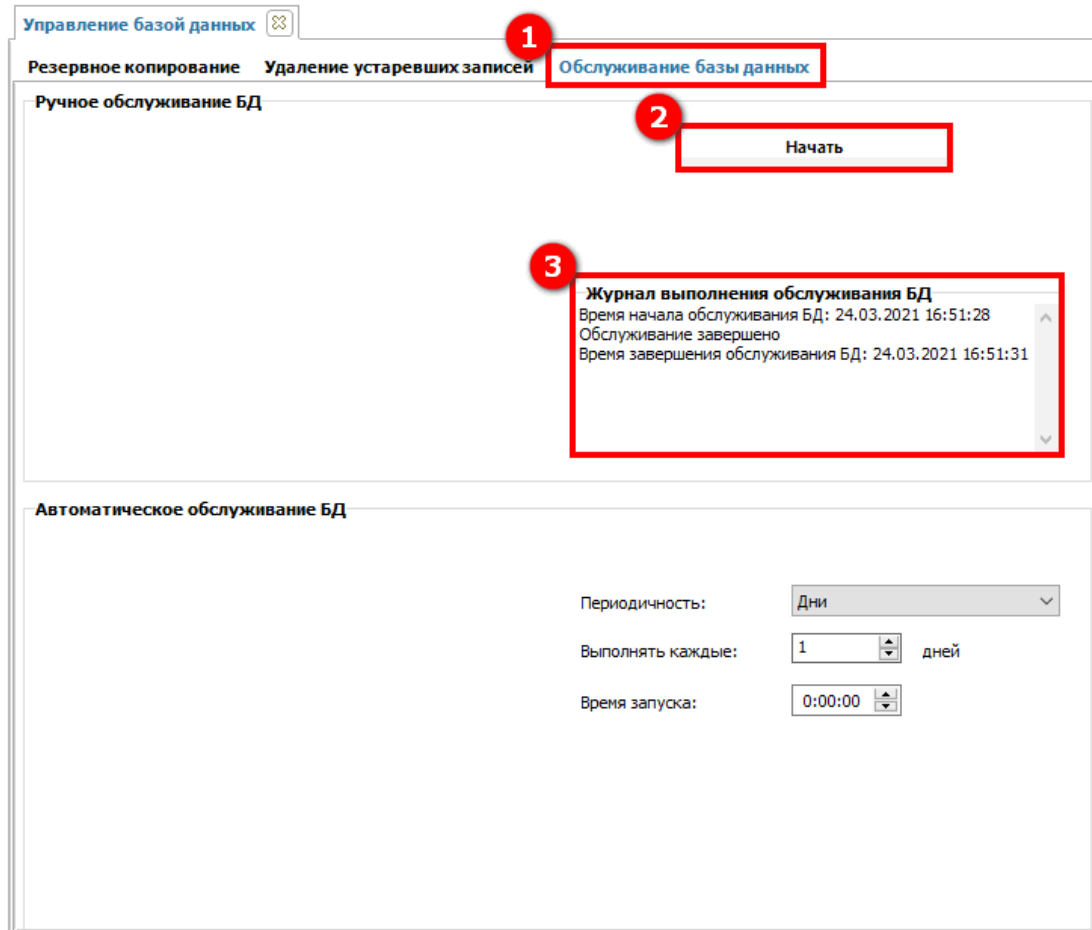

Рисунок 262 – Обслуживание базы данных
Вкладка **Обслуживание базы данных** (1) (см. рисунок 262) предназначена для проведения комплекса процедур по обслуживанию БД, направленные на увеличение работоспособности ПО **RadioAccess 4 (РадиоАксесс 4)**. Возможно проведение обслуживания БД как в ручном режиме, так и в автоматическом режиме по заданному расписанию.